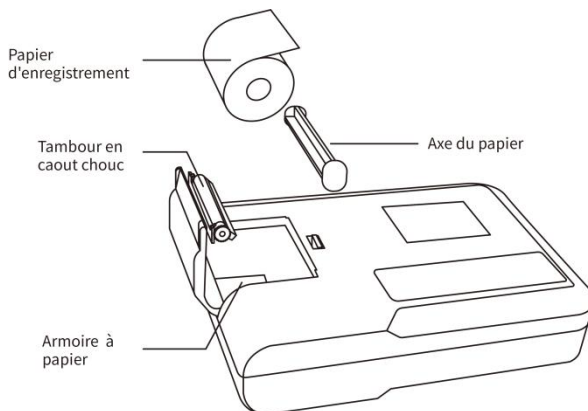

Figure 6-1 Installation du papier d'enregistrement
1. Comme indiqué dans la figure 6-1, ouvrir le couvercle de l'armoire à papier, sortir l'axe du papier, l'insérer dans le rouleau de papier comme indiqué dans la figure. Le côté du papier avec les grilles doit être orienté vers le bas, puis l'installer dans la bonne position dans l'armoire à papier.